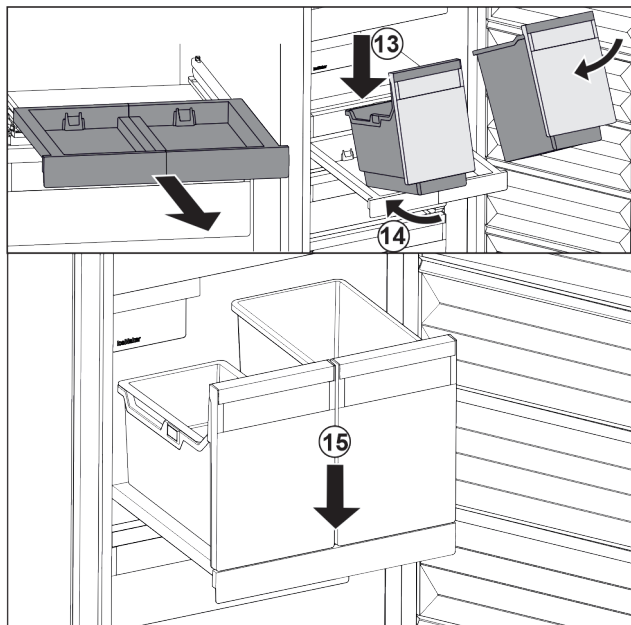

Fig. 90
- ▶ Placer les bacs sur le compartiment coulissant en les inclinant. Fig. 90 (13)
- ▶ Pousser les bacs jusqu'au fond en les inclinant. Fig. 90 (14)
- ▶ Déposer les bacs par l'avant. Fig. 90 (15)